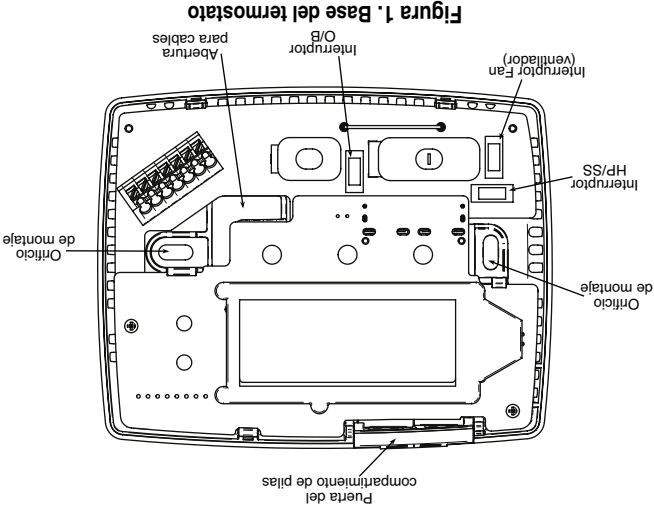

Figura 1. Base del termostato
2. Coloque la base sobre el orificio de la pared y marque las ubicaciones de los orificios de montaje usando la base como plantilla (vea la figura 1).
Interruptor HP-SS - Si su sistema es una bomba de calor, el interruptor HP-SS debe colocarse en interruptor HP (vea la figura 1). Si su sistema es de una sola etapa, el interruptor debe colocarse en SS.
Interruptor Fan - Para sistemas de calor eléctricos, bombas de calor o cualquier sistema que requiera que el termostato encienda el soplador en una llamada de calor, coloque el interruptor FAN (figura 1) en la posición **ON**. Para calefactores de gas o sistemas de calor de emergencia que cuentan con un control de ventilador para encender el soplador (independiente del termostato), coloque el interruptor en la posición **OFF**.